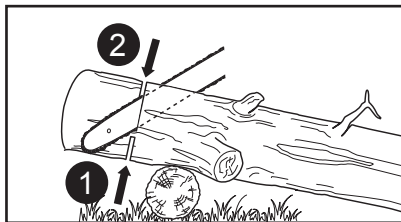

Fig. 31
2. Quando o tronco é suportado numa extremidade (Fig. 31), corte 1/3 do diâmetro a partir do lado inferior (corte transversal sobre a parte inferior). Em seguida, proceda ao corte final com um corte transversal até ao primeiro corte.